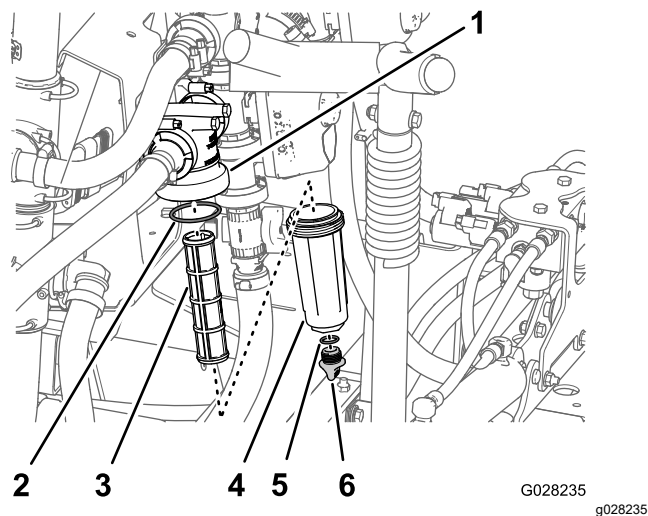

Figura 53
2. Allineate una bacinella di spurgo sotto il filtro della pressione (Figura 53).
3. Ruotate il tappo di spurgo in senso antiorario e rimuovetelo dal pozzetto del filtro della pressione (Figura 53).
4. Ruotate il pozzetto in senso antiorario e rimuovete la testa del filtro (Figura 53).
5. Rimuovete l'elemento del filtro della pressione (Figura 53).
7. Controllate la guarnizione del tappo di spurgo (situato all'interno del pozzetto) e la guarnizione del pozzetto (situato all'interno della testa del filtro) per escludere danni e usura (Figura 53).
8. Montate l'elemento del filtro della pressione nella testa del filtro (Figura 53).
9. Montate il pozzetto sulla testa del filtro e serrate manualmente (Figura 53).
10. Montate il tappo di spurgo sul raccordo nella parte inferiore del pozzetto e serrate il tappo manualmente (Figura 53).